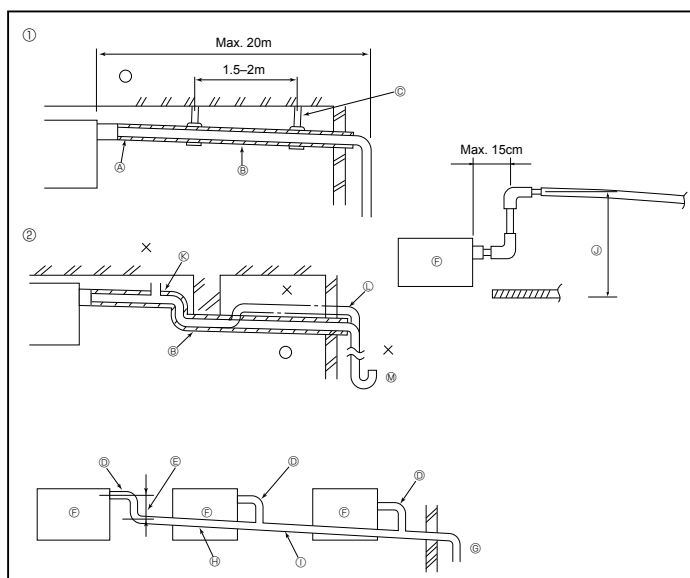

Fig. 3-4
3.4. Verrohrung der Drainage (Fig. 3-4)